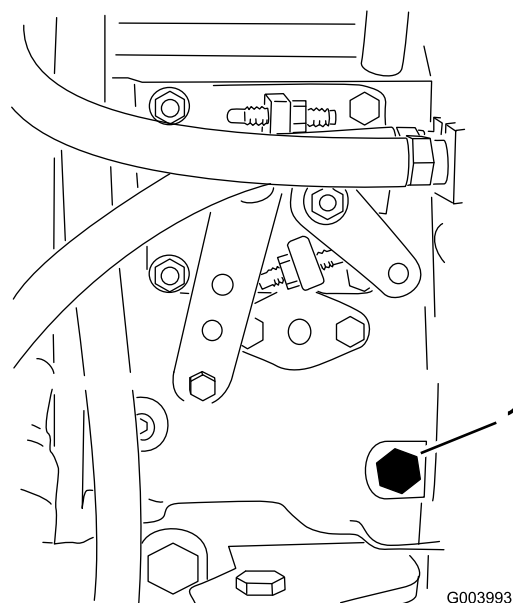

Рисунок 20
3. Выверните винт для продувки из топливного насоса для впрыска топлива (Рисунок 20) 12-миллиметровым ключом.